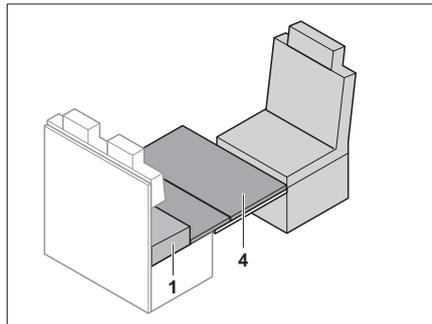

Bild 154 Notbettunterlage auflegen
- Notbettunterlage (Bild 154,4) auf den Tisch legen. Die vordere Kante der Notbettunterlage dabei direkt an den Fahrersitz anlegen.